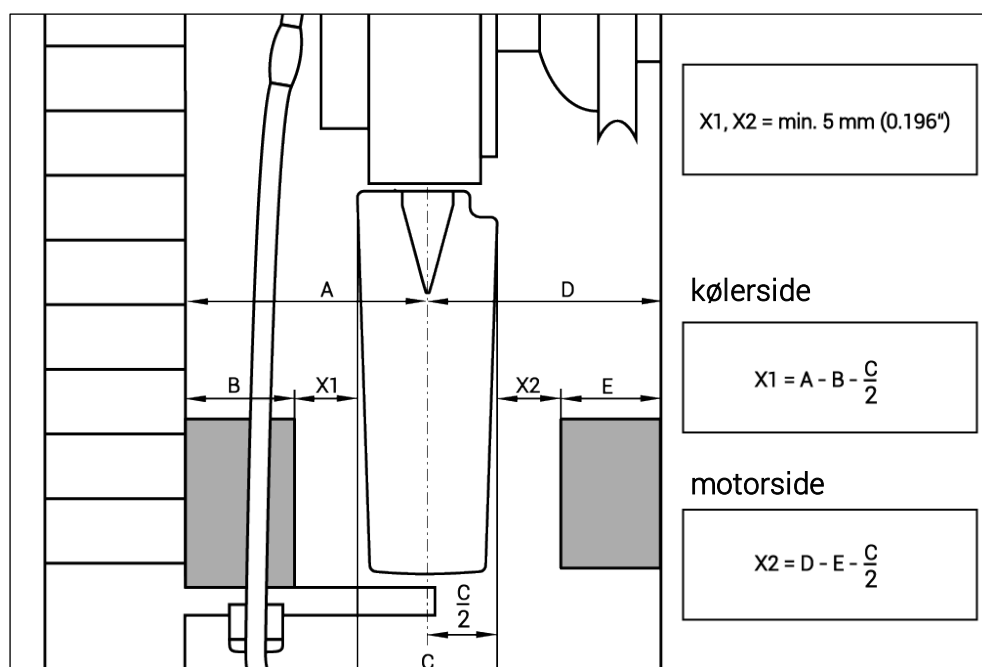

Fig. 38
33) Mål, om der er nogen genstande i vejen (se Fig. 38).